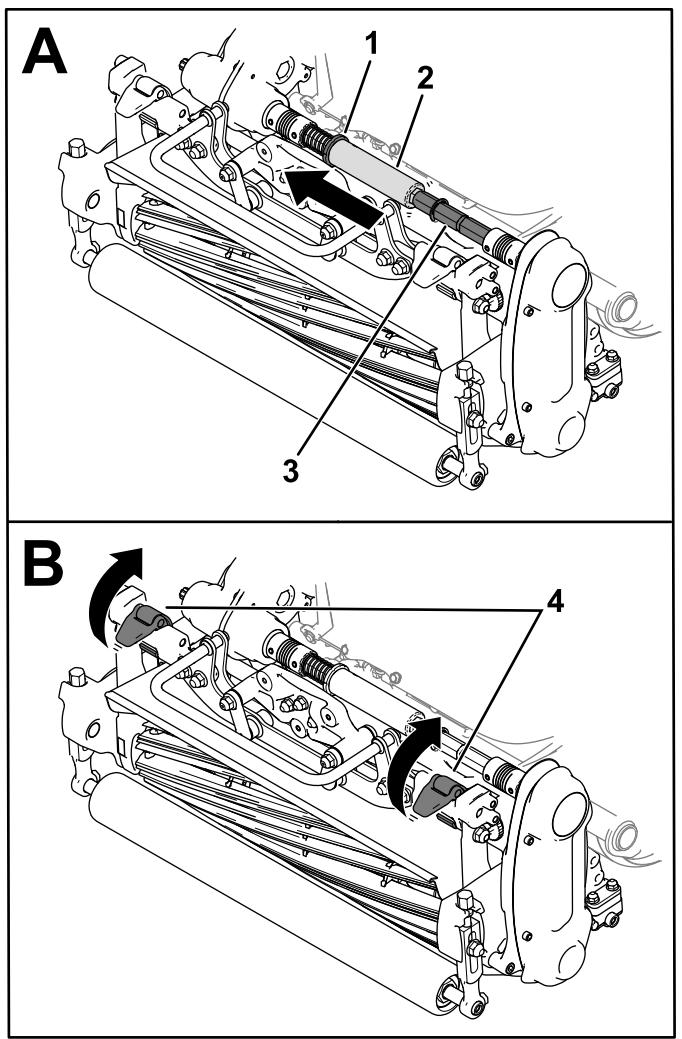

Figure 38
- Placez le collet (Figure 38) dans la rainure de l'arbre de transmission.
- Glissez le tube hexagonal hors de l'arbre d'accouplement de l'unité de coupe (Figure 38).
- Relevez les verrous de suspension pour détacher l'unité de coupe de la machine (Figure 38).